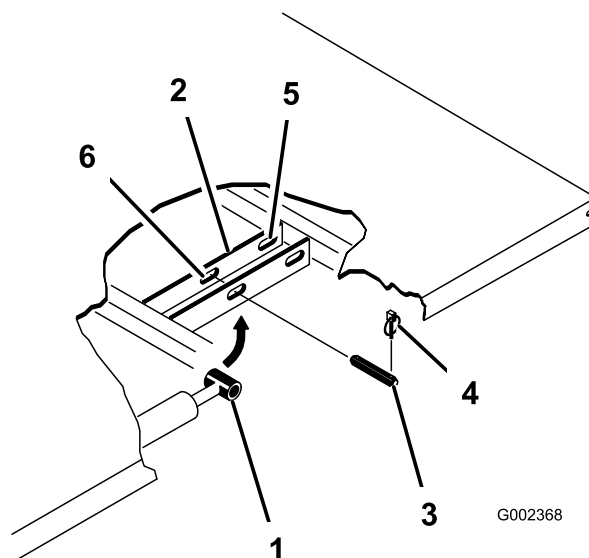

Рисунок 34
3. Удалите шплинты из наружных концов шплинтуемых штифтов на штоках гидроцилиндров (Рисунок 34).
4. Снимите шплинтуемые штифты, крепящие концы штоков гидроцилиндров к монтажным плитам кузова, протолкнув штифты внутрь (Рисунок 34).
5. Выньте шплинтуемые шплинты, которые крепят шарнирные кронштейны к швеллерам рамы (Рисунок 34).